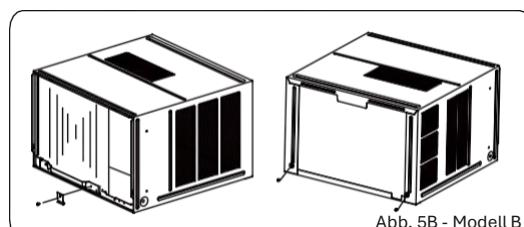

Abb. 5B - Modell B
1. Entfernen Sie die Schraube, die die Halterung des Chassis befestigt, und entfernen Sie dann die Halterung des Chassis. Entfernen Sie die beiden Schrauben auf der Rückseite des Schranks, wie in Abbildung 5B gezeigt.